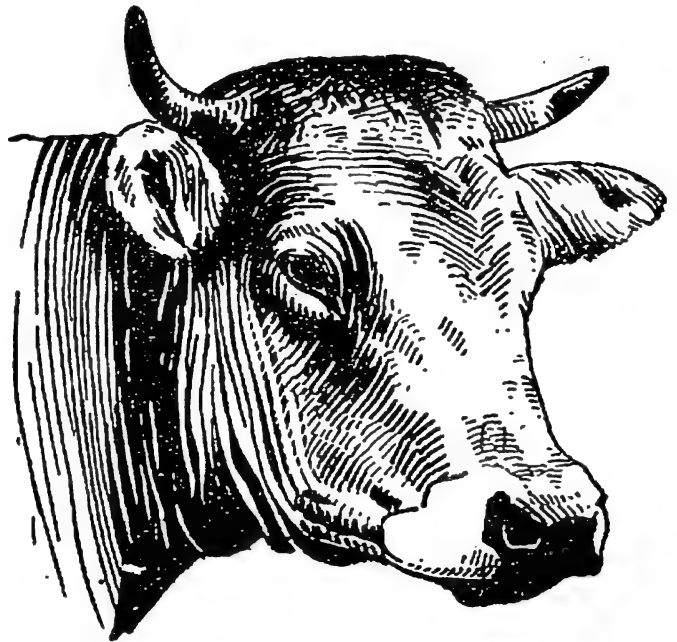

Fig. 4. — La tête de la vache. Remarquer le front large, le mufl plat.
**4. La tête.** — Le front large et plat, garni de poils abondants, porte deux cornes recourbées (fig. 4). Ce sont là des armes redoutables, mais la vache, de caractère pacifique, ne s'en sert guère pour frapper, mais seulement pour effrayer, par exemple, un chien qui la harcèle.